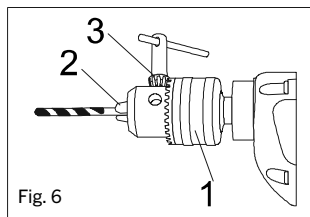

Fig. 6
2. Tournez le collier du mandrin (1) pour ouvrir ou fermer les mâchoires (2) à un point où l'ouverture est légèrement plus grande que la taille de foret que vous avez l'intention d'utiliser (Fig. 6).
4. Insérez la clé du mandrin (3) dans l'un des trois trous du corps du mandrin. Tournez la clé du mandrin dans le sens horaire jusqu'à ce que le foret soit maintenu fermement en place par les mâchoires du mandrin. **REMARQUE :** N'utilisez pas de clé à fourche sur le mandrin. Vous pouvez endommager la clé ou le mandrin.